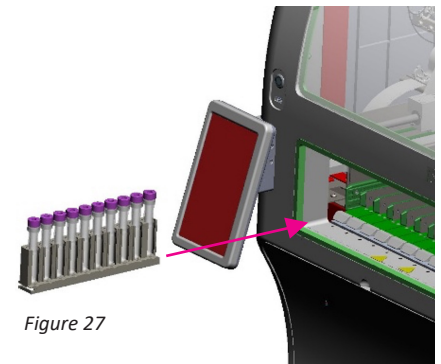

Figure 27
**Pour les porte-échantillons d'hématologie Sysmex, Mindray et Horiba :** le porte-échantillons doit être chargé avec l'échantillon en position 1 à l'avant (voir figure 27).